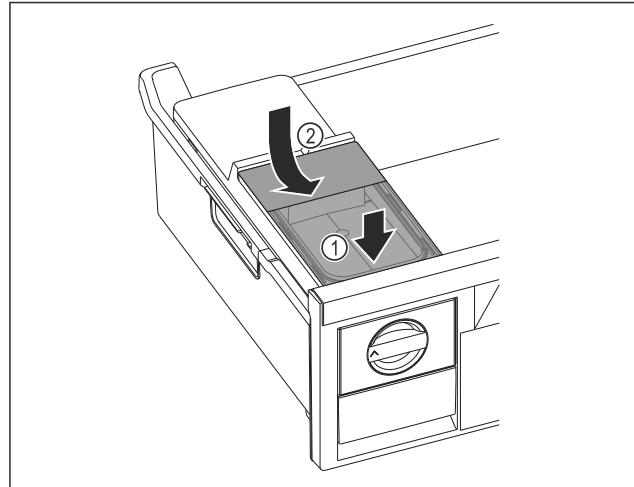

Fig. 30
- Помістити бак для води спереду. Fig. 30 (1)
- Опустити бак для води ззаду. Fig. 30 (2)